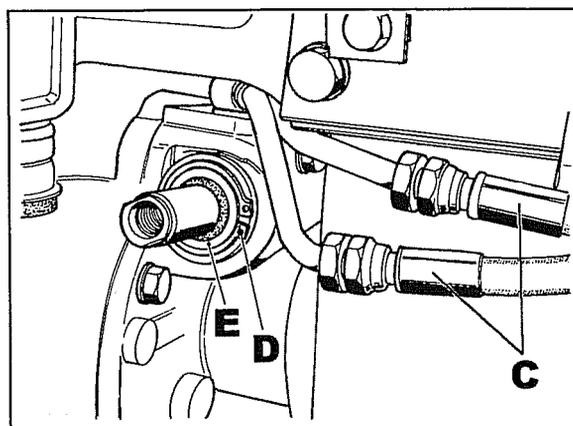

Abb. 70
2. Einen Behälter für das auslaufende Öl bereitstellen, dann die Leitungen **C** Abb. 70 abtrennen.
3. Den Seegerring **D** Abb. 70 entfernen.